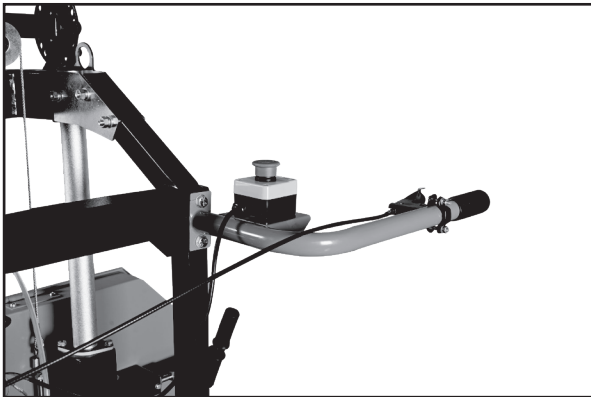

Fig. 41
Étape 25 : Installez la barre de poussée. Retirez les deux boulons qui fixent la poutre transversale du chariot arrière au montant vertical et qui se trouvent derrière la poutre de support ronde. Placez la barre de poussée avec l'interrupteur d'urgence sur le montant vertical derrière la poutre transversale du chariot arrière (fig. 41), alignez les trous et fixez-la à l'aide des dispositifs de fixation. Si la tension du câble d'accélérateur doit être réglée, essayez de la régler d'abord sur l'écrou de réglage de la poignée d'accélérateur. S'il n'y a pas assez de course sur cet écrou, retirez l'écrou et réglez la tension du câble au niveau du carburateur du moteur.